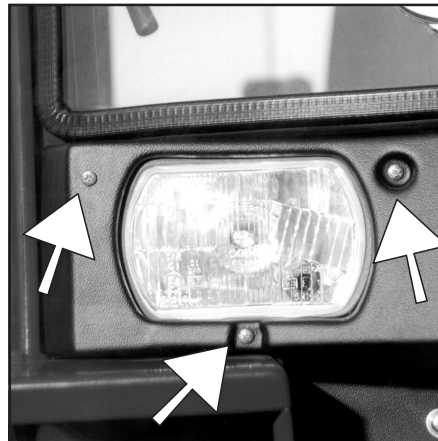

Fig. 46
- Foretag justering ved hjælp af skruerne, der fastgør lygten (fig. 46).